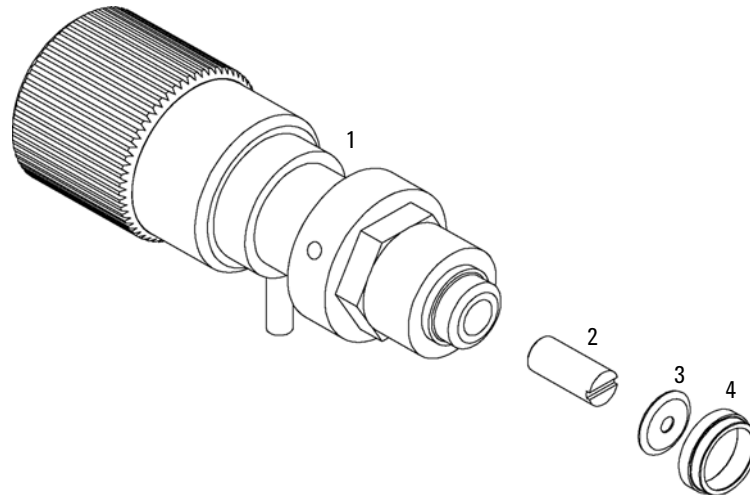

Figura 25 Parti della valvola di spurgo
- 6 Inserire un nuovo frit nella valvola di spurgo con la slitta rivolta verso la guarnizione dorata (vedere la Figura 25, pagina 119).